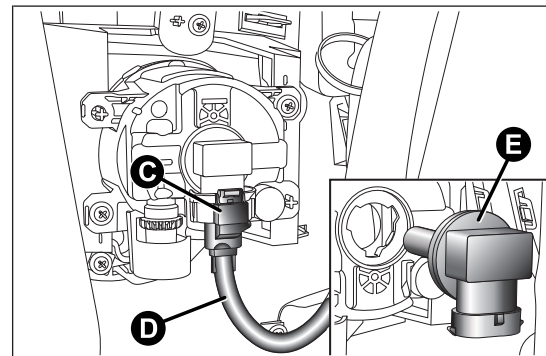

fig. 119
- agire sulla molletta C fig. 119 e scollegare il connettore elettrico D;